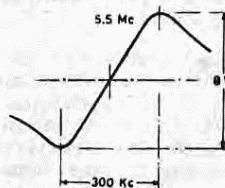

Fig. 45 - Fac-simile della curva di rivelazione del discriminatore a rapporto della sezione suono.
- 6) collegare l'entrata verticale dell'oscilloscopio al terminale TP2; regolare la vite inferiore (primario) del trasformatore rivelatore N. 7654 fino ad ottenere la massima uscita (corrispondente alla massima pendenza della parte rettilinea della curva di rivelazione, vedi fig. 45);